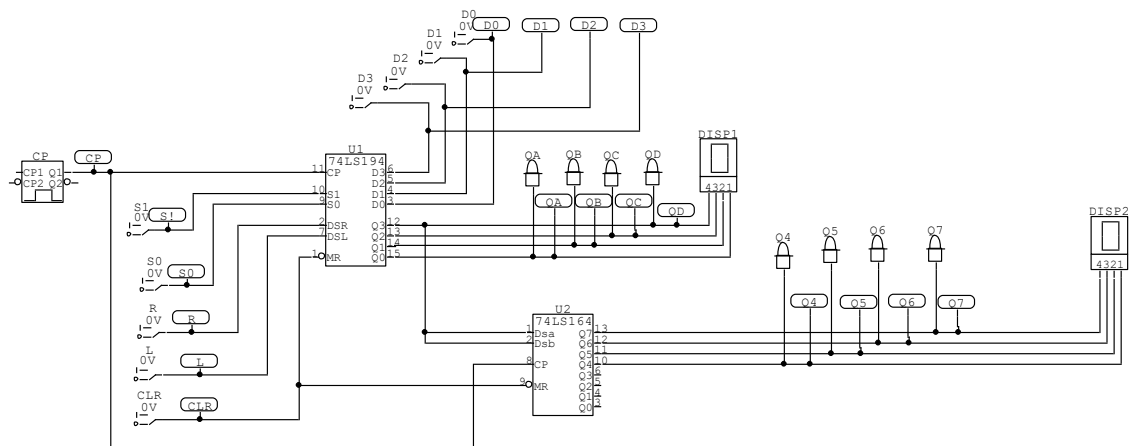
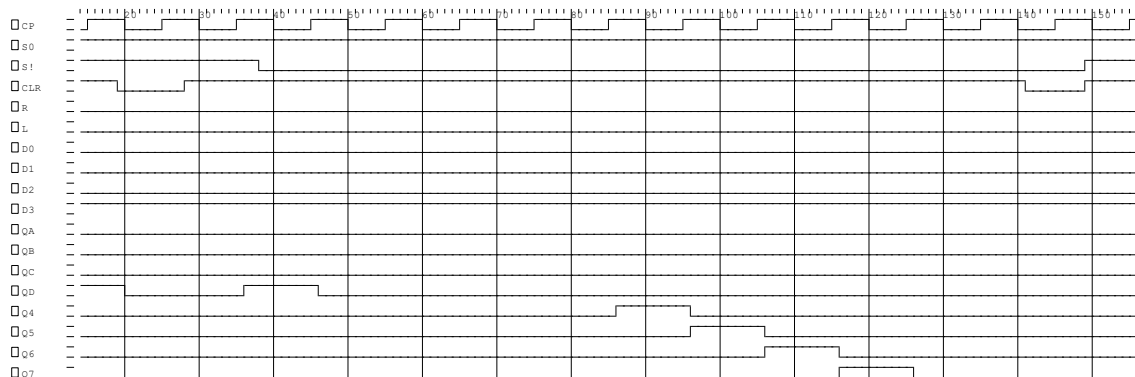

図6 4bit+8bit レジスタの回路1
図7 4bit+8bit シフトレジスタの回路
3.2 についての回路図を図6に、タイムチャートを図7に示す。